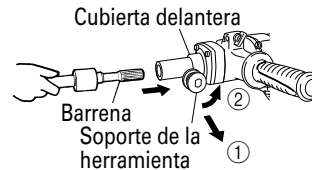

Fig. 3
- (1) Limpiar y engrasar la espiga con la grasa o aceite.
- (2) Tirar del sostén en la dirección de la flecha ① y rotar en la dirección de la flecha ② (la izquierda). Insertar planamente la barrena de herramienta en el orificio hexagonal de la cubierta delantera. (Fig. 3)